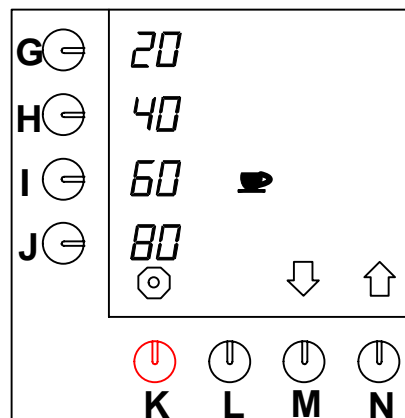

Fig. 35 Ändring av de förprogrammerade valtangenterna för koppar
- Tryck på valtangenten (N.)↑ tills fig. 35 visas på displayen.